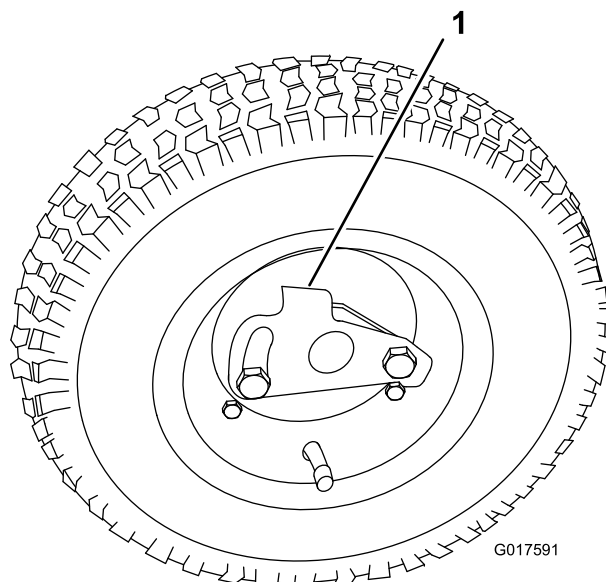

Figura 10
2. Gire la pletina de retención de la rueda hacia el centro de la rueda y coloque la rueda sobre el eje hexagonal (Figura 10).